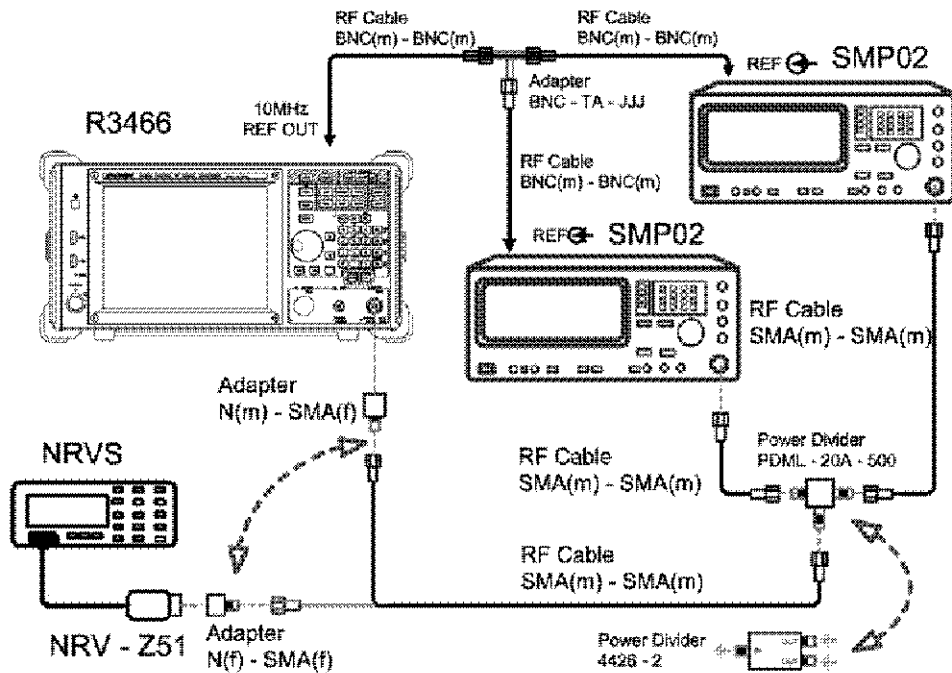

図 2-11 1 dB 利得圧縮の試験
1. 機器を図 2-11 のように接続します。R3466N の場合は、Adapter の後に 50 to 75 Ω 変換器を使用し、センサ 75 Ω のものを使用します。